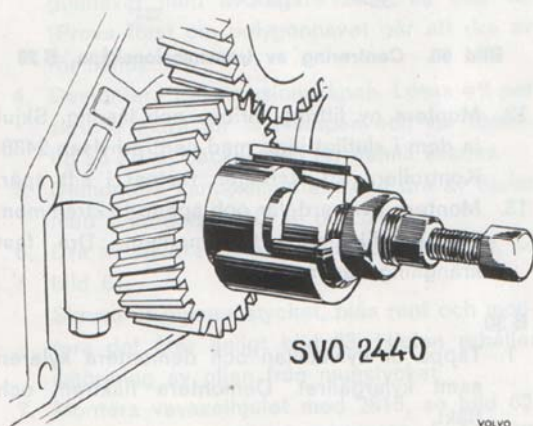

Bild 53. Demontering av nav på vevaxel
5. Demontera navet på vevaxeln med avdragare 2440, se bild 53.